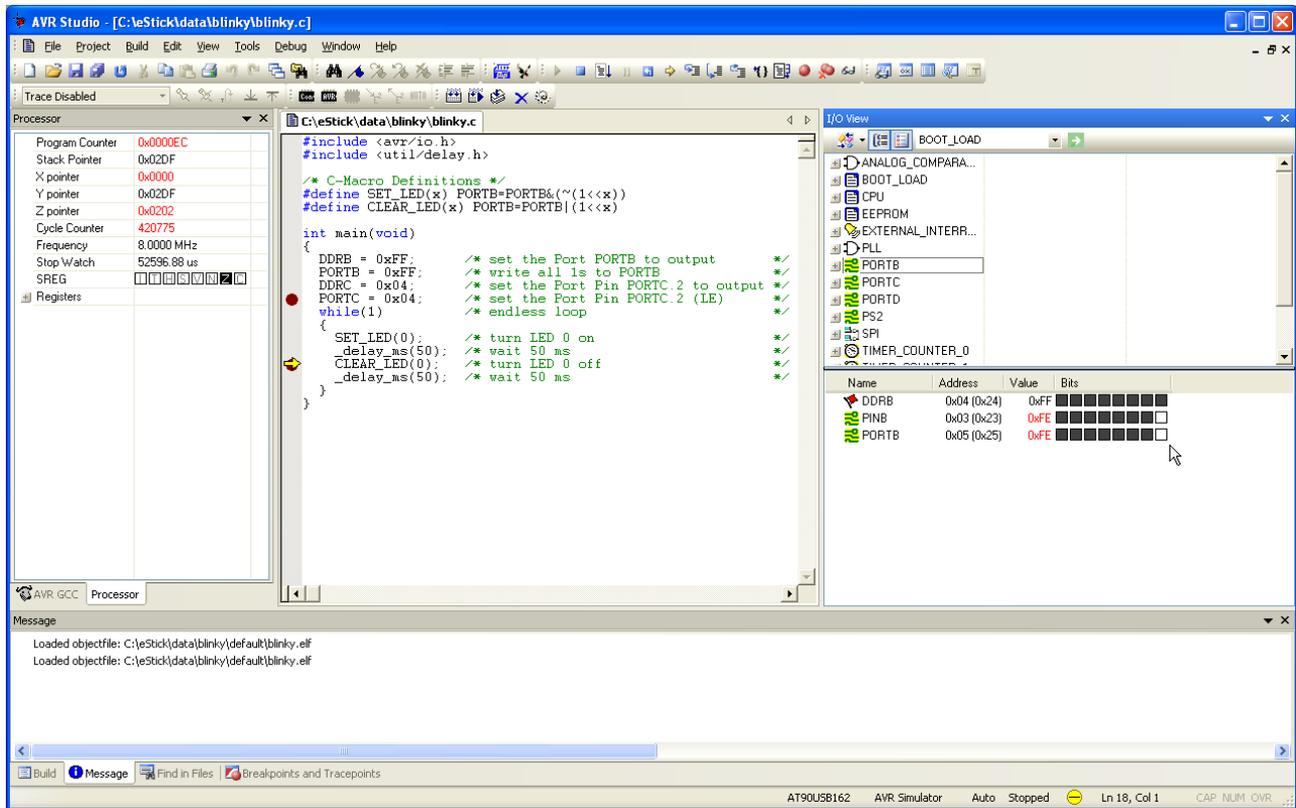

Abbildung 7: AVRStudio4 – Simulation mit Breakpoints
In Abbildung 7 sind bspw. zwei gesetzte Breakpoints sichtbar: der erste in der Zeile mit der Anweisung „PORTC = 0x04;“ und der zweite in der Zeile mit der Anweisung „CLEAR\_LED(0);“. Breakpoints können gesetzt/gelöscht werden, indem der Cursor in die entsprechende Zeile positioniert wird und über Debug » Toggle Breakpoint (Taste F9) ein solcher eingefügt/gelöscht wird. Der gelbe Pfeil markiert die Code Stelle die im nächsten Schritt ausgeführt werden soll. In diesem Fall soll die Leuchtdiode auf dunkel (sprich PORTB auf 1 gesetzt) werden. In der Simulations Detailansicht rechts ist ersichtlich, dass die höherwertigen Bits von PORTB und PINB noch dunkel eingefärbt (entspricht einer 1) sind und PORTB(0) hell markiert (entspricht einer 0) ist. Im linken Bereich sind Details zum Prozessor dargestellt. So weist bspw. „Stop Watch“ einen Wert von 52596.88us auf. Dies entspricht der Anzahl an Mikrosekunden, die seit dem Programmstart der Simulation verstrichen sind. Dies entspricht ungefähr dem Wert von 50ms für die eine, erste Verzögerung durch die `_delay_ms(50)` Funktion plus dem Zeit für die Exekution der Befehle im Initialisierungsteil und dem Ausführen des `SET_LED(0)` Makros.